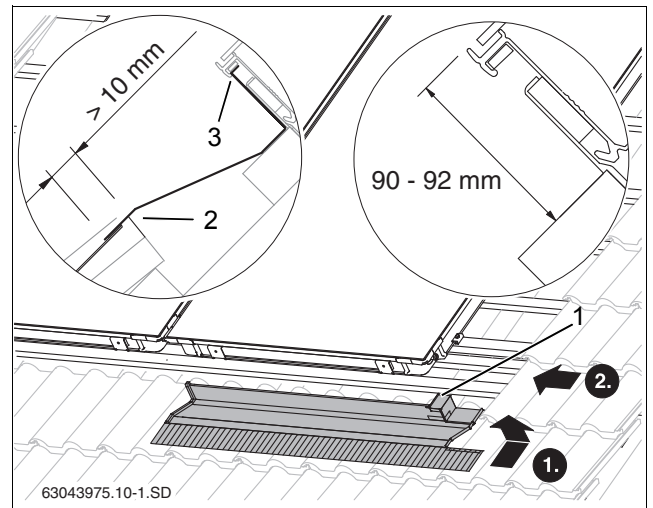
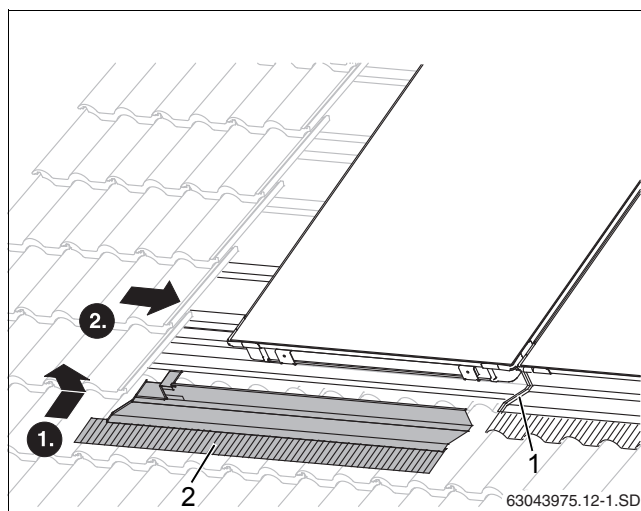

Рис. 43 Правый нижний накладной лист
Рис. 46 Укладка левого нижнего накладного листа
- ▶ Правый накладной лист вставьте верхней кромкой в паз коллектора (рис. 43, [3]).
- ▶ Придвиньте накладной лист к коллектору так, чтобы и правая короткая кромка (рис. 43, [1]) входила вверху в паз коллектора.
Накладной лист нужно уложить на черепицу так, чтоб он перекрывал черепицу минимум на 10 мм (рис. 43, [2]).
- ▶ Уложите левый накладной лист (рис. 46, [2]) на предыдущий и смонтируйте как правый (рис. 43).
Защитную пленку можно снять с накладного листа (рис. 46, [1]) только после того, как будут закреплены все листы.